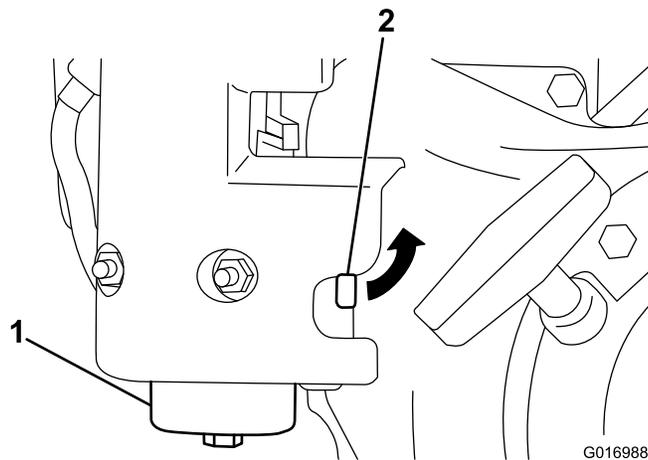

図 28
- 燃料バルブを閉じて、フィルタのボディーからボウルを外す (図 28)。